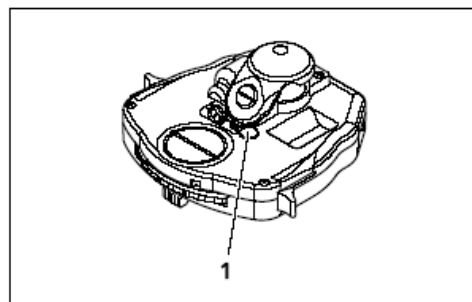

图3-52 更换 Ph-DIC 光阑
- 打开盖子（图3-52/1）。使用 1.5mm 六角螺丝扳手以逆时针的方向转动螺钉，直到止紧为止。此时，即可关闭 DIC 中的孔径光阑。